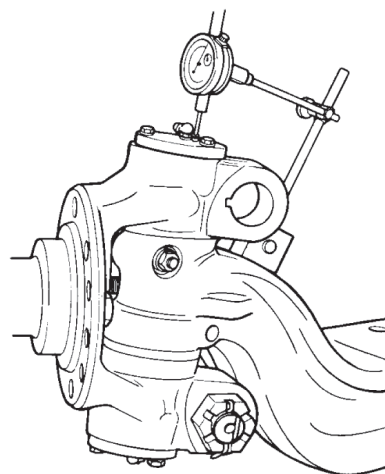

Figura 5
3. Apoye una base magnética con reloj comparador sobre la viga y apoye el palpador del reloj sobre el tope de la punta de eje. Figura 5.